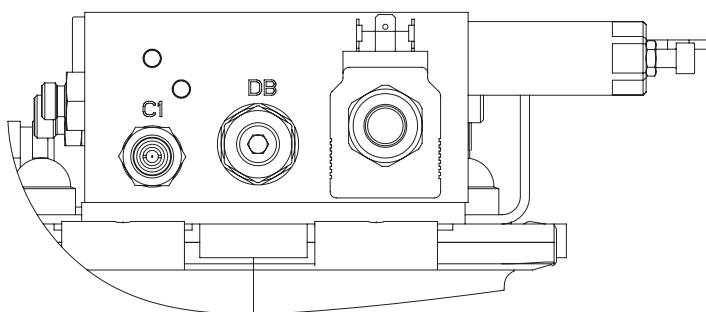

Рис. 6.
- Поверните регулировочный винт предохранительного клапана **DB** против часовой стрелки до упора (рис. 6), предварительно ослабив контргайку.